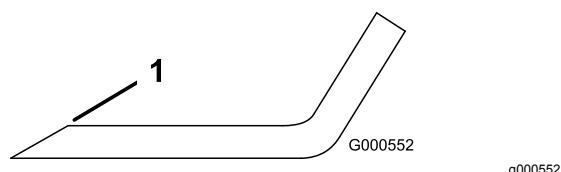

Figure 61
1. Au moyen d'une lime, aiguissez les tranchants aux deux extrémités de la lame (Figure 61).
Remarque: Si la lame est déséquilibrée, limez un peu l'extrémité de l'ailette seulement (Figure 61).